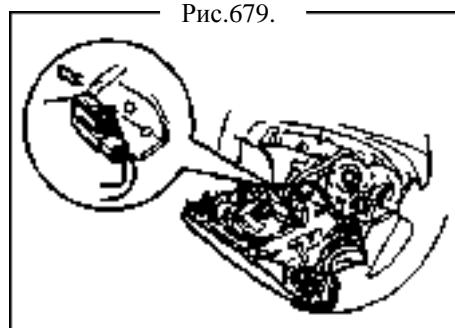

Рис.679.
- (3) Вытащите подушку безопасности водителя с верхней части рулевого колеса.
(4) Снимите разъем динамика и провода подушки безопасности (рис.679).
(5) Снимите подушку безопасности водителя.